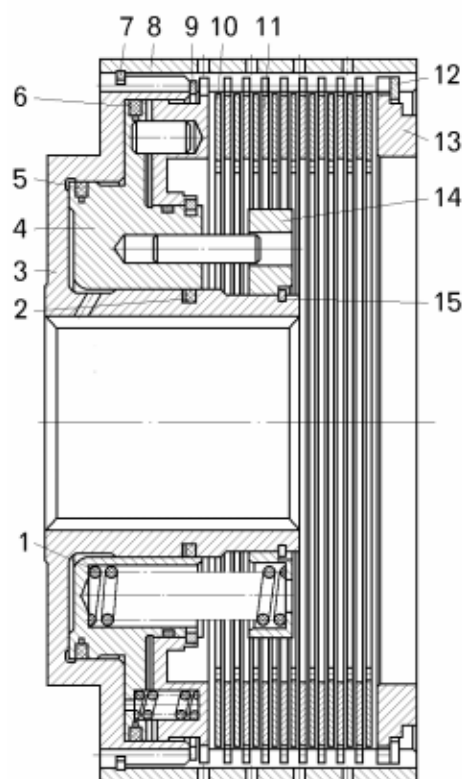

Рисунок 6.14 – Фрикцион:
– с помощью отвертки снять опорное кольцо 12 (рисунок 6.14) упорного диска 13;